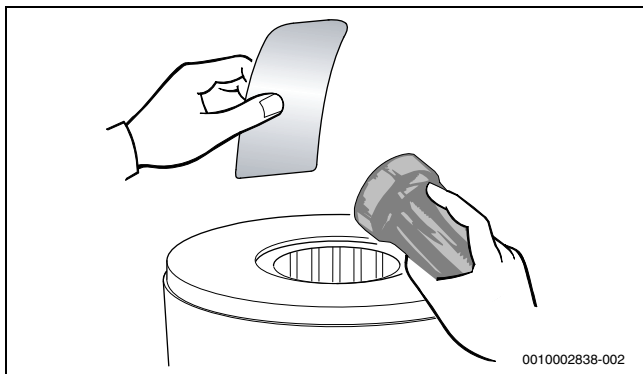

Bild 140 Wärmeblock auf Rückstände prüfen
- ▶ Wärmeblock erneut auf Rückstände prüfen (→ Bild 140).